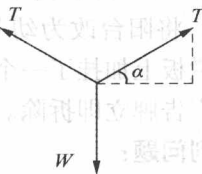

图 2A311010-2
2. 如图 2A311010-1 所示,用吊索起吊重为 W 的构件,两斜索与构件所成的角度为 α ,吊点对称,则斜索内力最大时的角度 α 为()。[2009年真题]